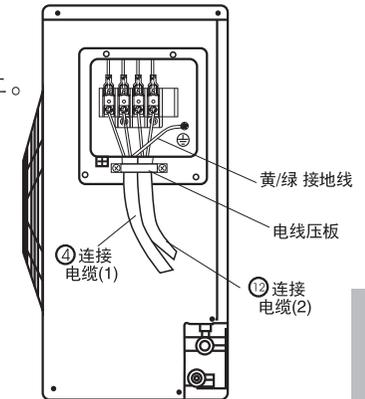

图28
- (3) 用电线压板将连接电缆压住后用螺钉紧固, 按图28安装。
- (4) 必须将黄/绿线接至带有“⊖”标志的端子上。